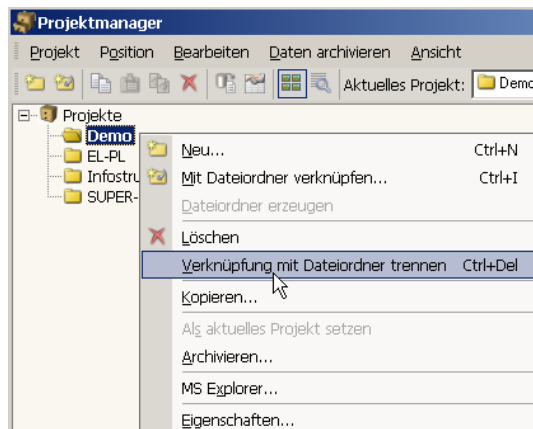

Bild 12.7: Kontextmenü *Projekt*
- Kontextmenü des Projekts im Navigator (vgl. Bild 12.7, Seite 343).